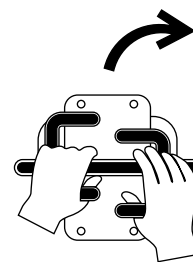

Figura 9
- Per sterzare a destra, spostate in avanti il comando della trazione di sinistra (Figura 9).